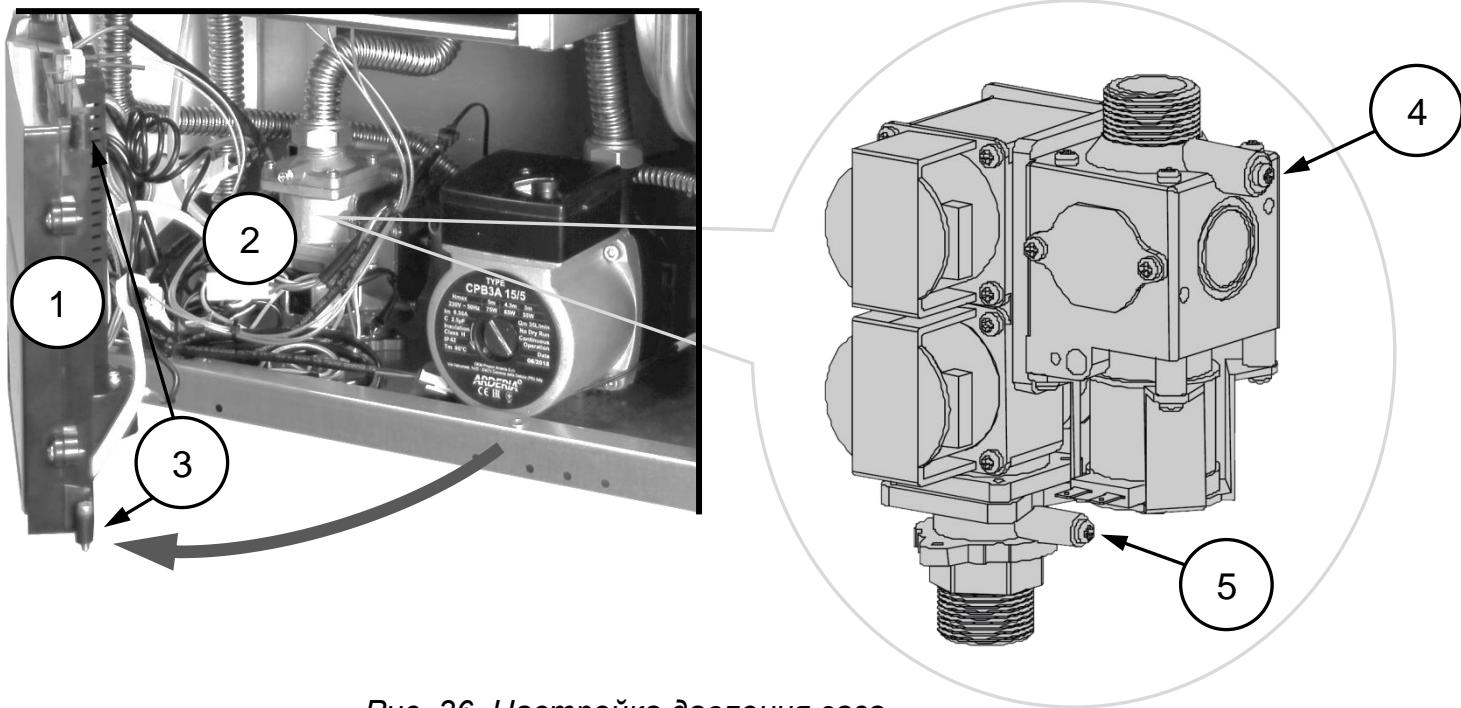

Рис. 36 Настойка давления газа.
3. Выкрутить винты крепления блока контроля и управления котлом (PCB - Power Control Block) с правой стороны (снизу и сверху) и потянуть на себя повернуть блок по часовой стрелке (См. Рис. 36);